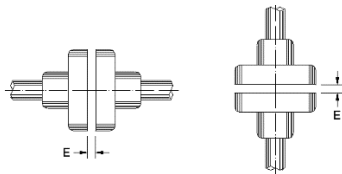

图 4.13: 联轴器的轴向间隙(E)
仔细对准轴端、应当尽可能使用柔性联轴器、并在联轴器之间留有最小 3 mm 的间隙 (E)、如图 4.13 所示。